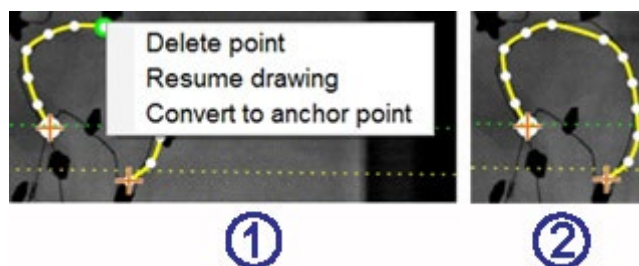

Figure 203. Option Delete point (Supprimer un point)
Explicatif de la suppression d'un point (Figure 203)
- ① Pour supprimer un point, cliquez avec le bouton droit sur le point et sélectionnez **Delete point** (Supprimer le point) (**Figure 203**). Il n'y aura pas de boîte de dialogue de confirmation et il sera impossible de restaurer ce point exact.
- ② Le point a disparu. (Cliquez pour ajouter un nouveau point.)